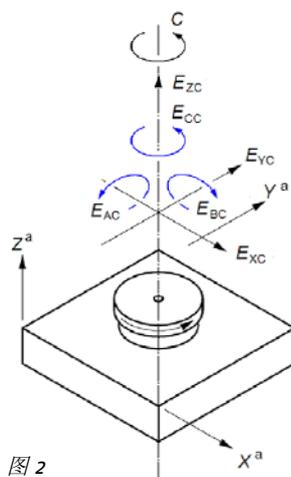

图 2
- 每个旋转轴运动可能受到 6 个误差运动的影响：1 个径向误差运动、2 个径向偏差、1 个角定位偏差及 2 个倾斜角误差运动，称为摆动效应（图 2）。每个误差运动取决于当前的轴运动位置。